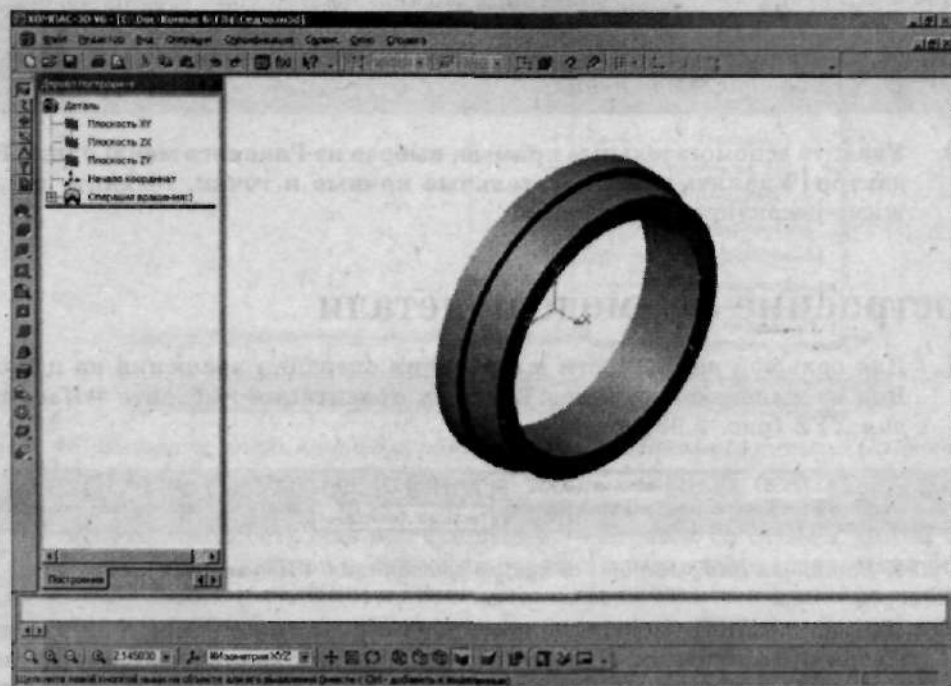

Рис. 2.100. Деталь *Седло*
- Щелкните по кнопке  (Создать объект), и создание последней из деталей с названием *Седло* будет закончено. На рис. 2.100 показан вид рабочего поля с построенной деталью *Седло*.